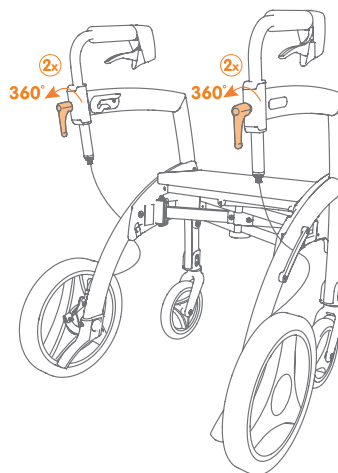

Figure 13: Desserrer les manettes de réglage.
- a. Dévissez les manettes de réglage en sens inverse des aiguilles d'un montre (**Figures 13 et 14**).